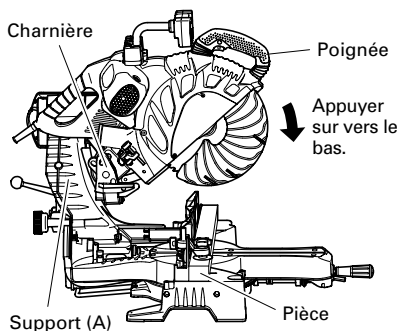

Fig. 27
Glisser la charnière sur le support (A), et serrer le bouton (A)/(B) de fixation de glissière comme (Voir Fig. 2) indiqué à la Fig. 27. Abaisser la poignée pour couper la pièce. Cette façon d'utiliser l'outil électrique permet de couper des pièces d'une section allant jusqu'à 4-3/16" (107 mm).